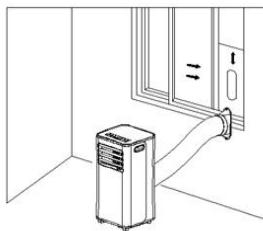
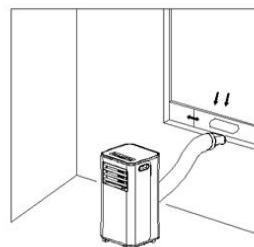

Figure 5
Figure 6
3) Allongez le tuyau d'échappement et enfoncez l'extrémité plate des raccords d'échappement dans le trou de l'ensemble de la plaque d'étanchéité de la fenêtre (comme l'illustre la Figure 5 et la Figure 6).